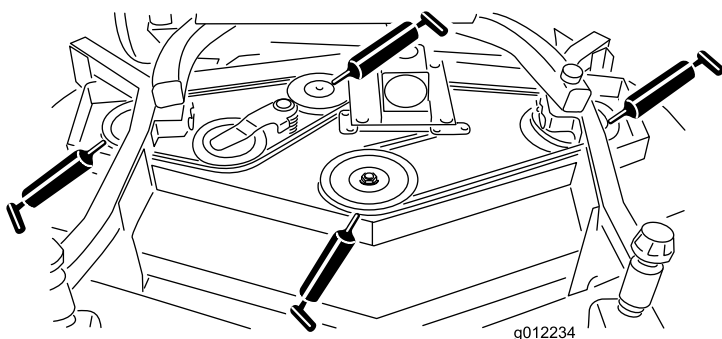

Figura 21
- Rolamentos do eixo (3) (debaixo da polia) (Figura 21)
- Rolamentos do eixo do braço intermédio (Figura 21)